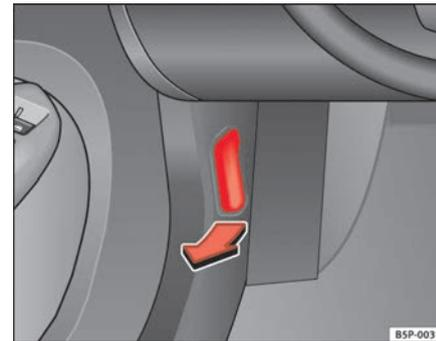

Abb. 141 Ausschnitt aus dem Fußraum auf der Fahrerseite: Entriegelungshebel für die Motorraumklappe
- Ziehen Sie den Hebel unter der Instrumententafel ⇒ **Seite 211, Abb. 141** in Pfeilrichtung. Die Motorraumklappe wird durch Federwirkung entriegelt ⇒ .